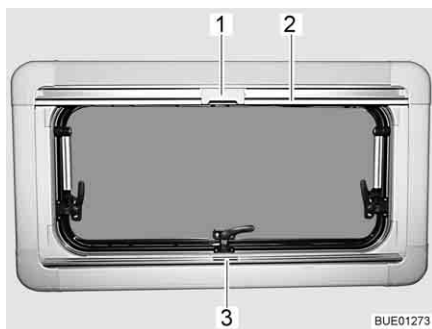

Fig. 87 Fenêtre projetante
- Saisir le dispositif occultant plissé par le centre de la barre-poignée (Fig. 87,3), le tirer du bas vers le haut et le relâcher à la hauteur voulue. Le dispositif occultant plissé reste alors à cette hauteur.
- Tirer la moustiquaire par la barre-poignée (Fig. 87,2) vers le bas jusqu'à ce qu'elle entre en contact avec celle du dispositif occultant plissé (Fig. 87,3).
- Verrouiller le cran (Fig. 87,1) de la moustiquaire avec la barre-poignée du dispositif occultant plissé.
- Presser le cran (Fig. 87,1) en haut de la moustiquaire vers l'arrière.
- Ramener lentement la moustiquaire en arrière au moyen de la barre-poignée (Fig. 87,2).